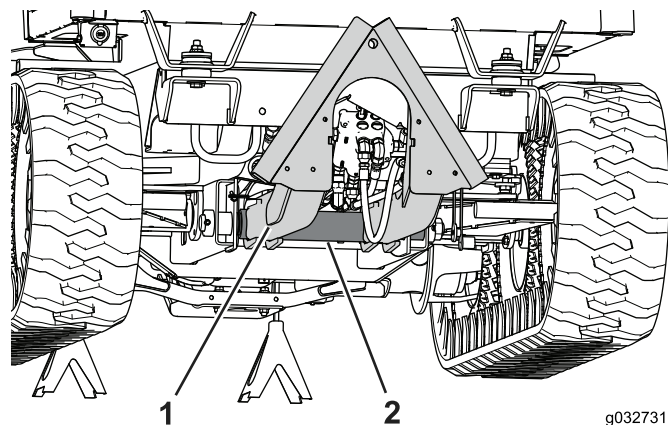

Bild 105
3. Stellen Sie einen Wagenheber unter den Drehpunkt für das Anbaugerät und heben die Vorderseite des Rahmens an, bis die mittleren Reifen nach hinten schwingen und fast die Hinterräder berühren (Bild 105).